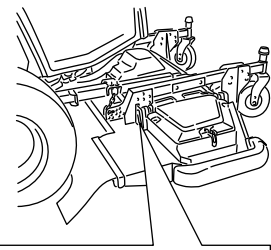

Bild 18
9. Entfernen Sie den Splint und den Lastösenbolzen, mit denen die Schnitthöhenkette an der Rückseite des Mähwerks befestigt ist (Bild 18).